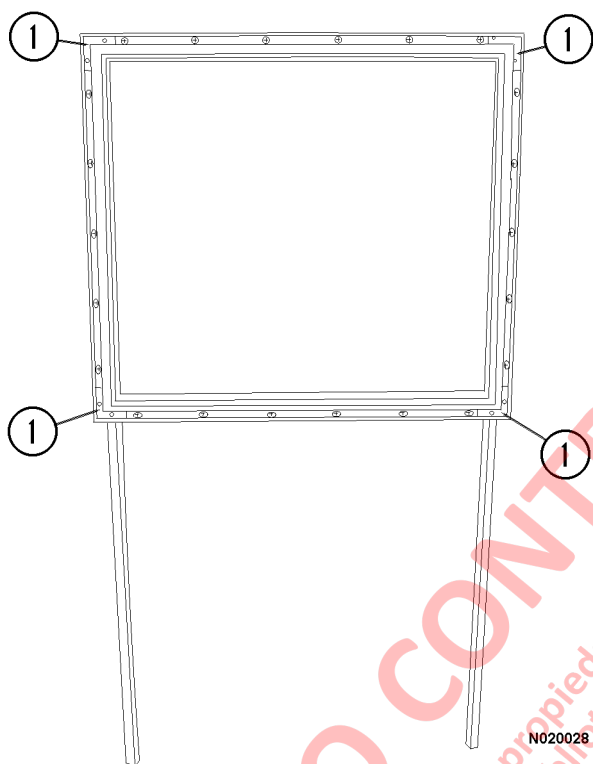

FIGURA 2-13.
13. Antes de instalar un vidrio nuevo, inspeccione el marco de la ventana. En cada esquina hay un soporte en "L" (1, Figura 2-13) con dos pernos que sostienen las esquinas del marco. Inspeccione los pernos para asegurarse de que estén apretados. Asegúrese también de que el inserto de fieltro y goma (2, Figura 2-10) en los canales de la ventana esté en buen estado. Reemplácelo si es necesario.